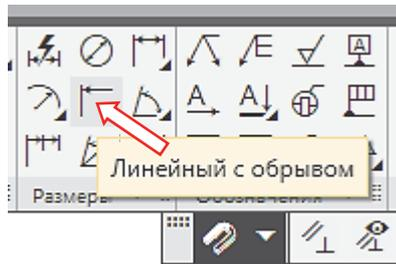

Рис. 3.4-2
1. Вызвать команду **Черчение** → **Размеры** → **Линейный размер с обрывом**  (рис. 3.4-2).